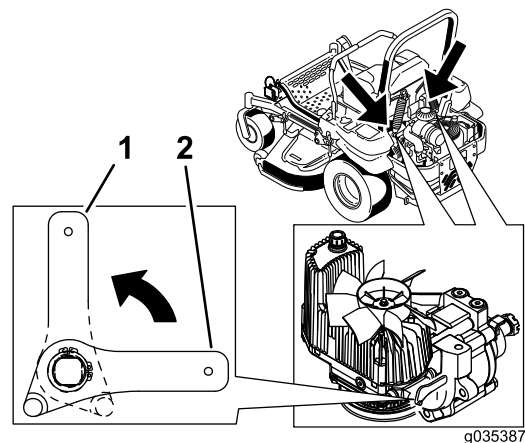

Figura 40
2. Rode as alavancas da válvula de libertação na posição vertical para empurrar a máquina (Figura 40).
4. Rode as alavancas da válvula de libertação horizontalmente para a máquina trabalhar (Figura 40).